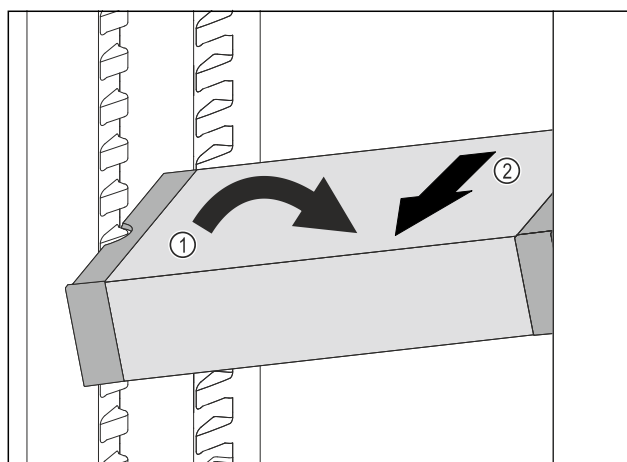

Fig. 64
- Расположите VarioSafe в холодильном отделении под наклоном. Fig. 64 (1)
- Извлеките VarioSafe движением вперед. Fig. 64 (2)